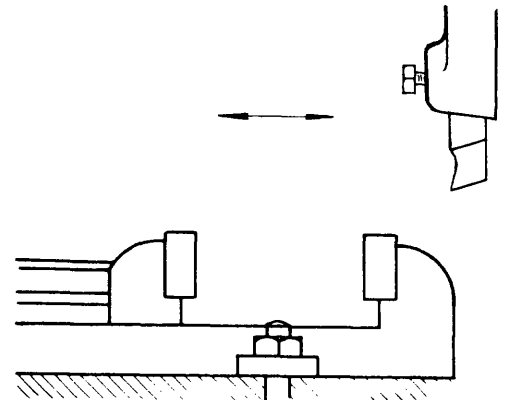

Fig. 2
- b Fije la morsa en la mesa de la máquina en la posición indicada en la fig. 2.